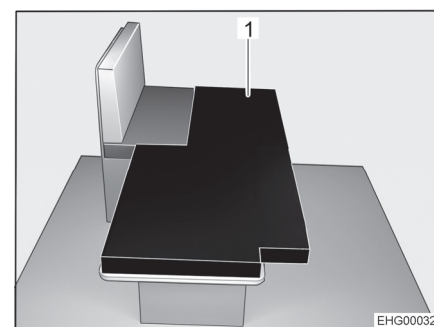

Fig. 42 Après la transformation
- Placer le coussin supplémentaire (Fig. 42,1) comme illustré sur la table abaissée.